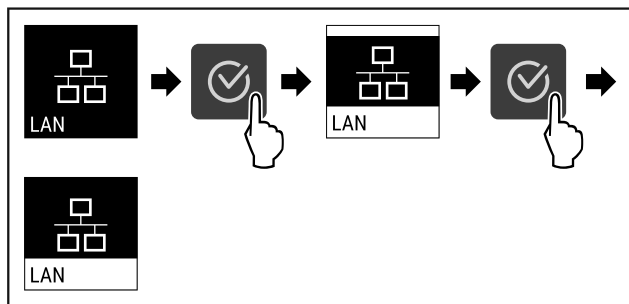

Fig. 92
- ▶ Genomför stegen (se Fig. 92) .